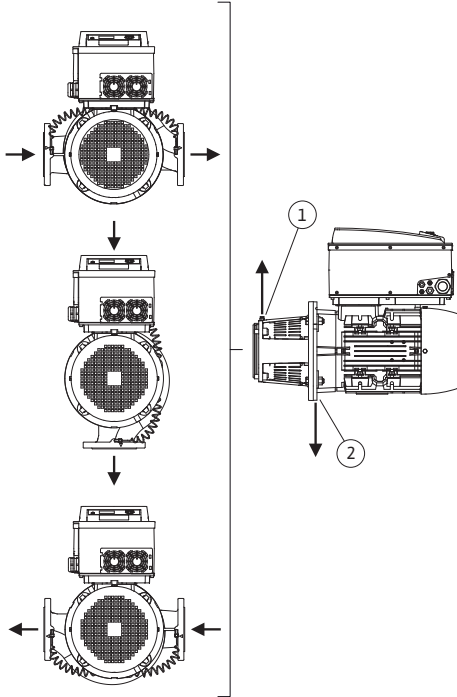

Fig. 14: Sallitut asennusasennot, vaakatasoinen moottoriakseli
Sallitut asennusasennot, kun moottoriakseli on vaakatasossa ja elektroniikkamoduuli ylöspäin (0°), on esitetty kuvassa Fig. 14.
Kaikki muut asennusasennot paitsi "elektroniikkamoduuli alaspäin" (-180°) ovat sallittuja. Pumpun ilmaus voidaan taata optimaalisesti, kun ilmanpoistiventtiili osoittaa ylöspäin (Fig. 14, pos. 1).
Johda syntyvä kondenssivesi kohdennetusti pois olemassa olevien porattujen aukkojen, pumpun tiivistelaitan sekä moottorin kautta (Fig. 14, pos. 2).